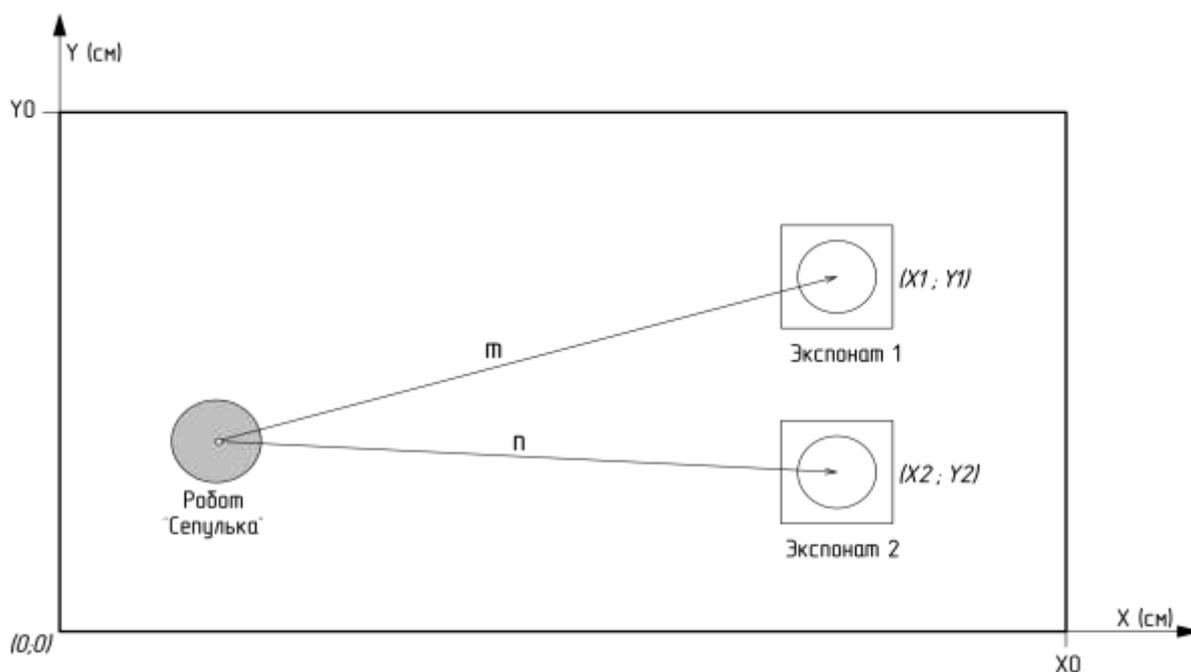

Рисунок 7. Робот и экспонаты в зале.
8.2. Представим, что в ходе модернизации на робота были добавлены лазерные датчики расстояния, но в музее есть зал со стеклянными стенами, расстояние до которых датчики не могут обнаружить. Вам поручено написать алгоритм локализации Сепульки в этом зале, но для начала Вы решили рассмотреть частный случай. Вам известны координаты расположения двух экспонатов в этом зале:  $X_1=300$ ;  $Y_1=350$ ,  $X_2=X_1$ ;  $Y_2=200$  (рис. 7).